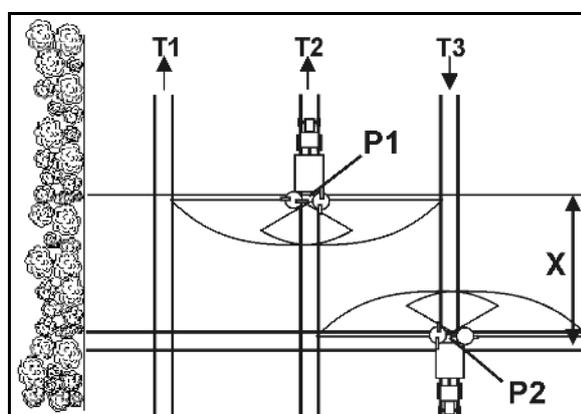

Fig. 70
- ouverture des clapets de fermeture après l'engagement dans la voie jalonnée au point **P1** (Fig. 70), lorsque les disques d'épandage du parcours X sont éloignés de la voie jalonnée de la tournière.
- fermeture de la trappe avant la sortie de la voie jalonnée au point **P2** (Fig. 70), lorsque les disques d'épandage se trouvent à hauteur de la première voie jalonnée de la tournière.